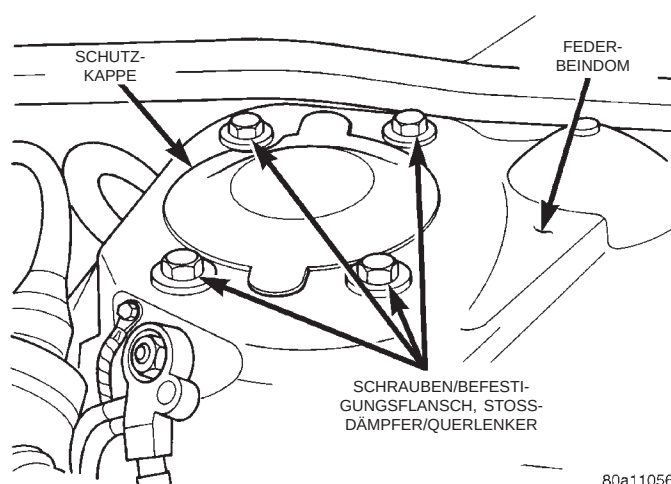

Abb. 16 Befestigung des Stoßdämpfers am Federbeindom
(8) Die Haltelasche vorsichtig vom Stoßdämpfer lösen. Dazu die Lasche vorsichtig mit einem Messing-durchschlag vom Stoßdämpfer heruntertreiben.
(9) Die vier Schrauben (Abb. 16) lösen, mit denen der Befestigungsflansch des Stoßdämpfers/Querlenkers am Federbeindom befestigt ist.
(10) Stoßdämpfer und Befestigungsflansch des oberen Querlenkers zusammen aus dem Fahrzeug ausbauen.